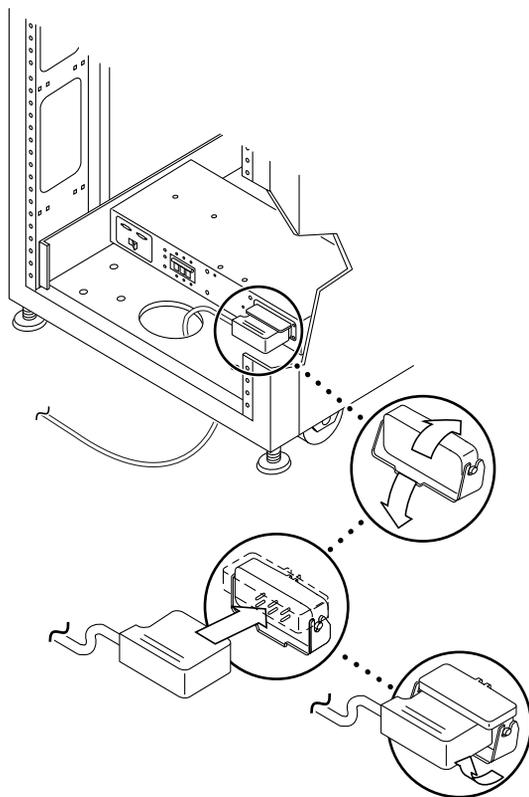

图 B-6 连接电源线
3. 将一根电源线的方型插座接头连接到前电源序列发生器连接器，并将另一根电源线的方型插座接头连接到后电源序列发生器连接器（图 B-6）。